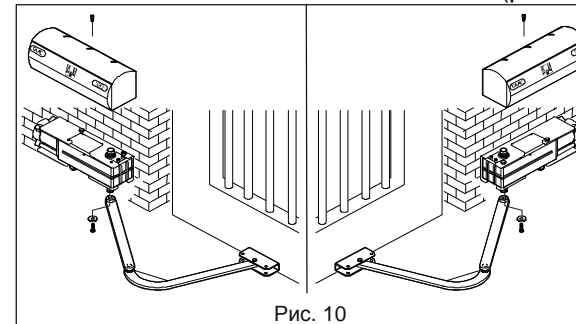

Рис. 10
5. Соедините прямую часть рычага и шлицевую часть вала двигателя. Закрепите их винтом и шайбой из комплекта (рис.10.).